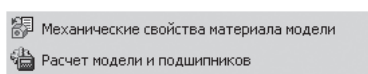

Рис. 3.53. Выпадающее меню после щелчка по кнопке  – **Механические свойства материала модели, Расчет модели и подшипников**
- щелкните в системе КОМПАС-SHAFT 2D на панели инструментов по кнопке  **Механические свойства материала модели, расчет модели и подшипников**. Появится выпадающее меню, изображенное на рис. 3.53;